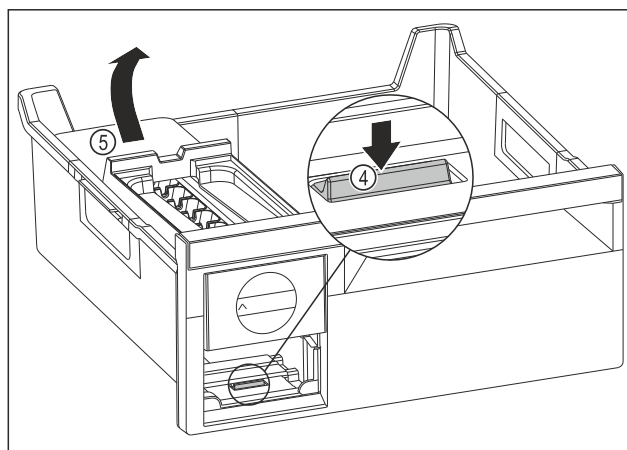

Fig. 76
- ▶ Estrarre il corpo dell'EasyTwist-Ice: Con un dito spingere la linguetta Fig. 76 (4) verso il basso e allo stesso tempo, con l'altra mano, sollevare il corpo dell' EasyTwist-Ice Fig. 76 (5) da dietro.